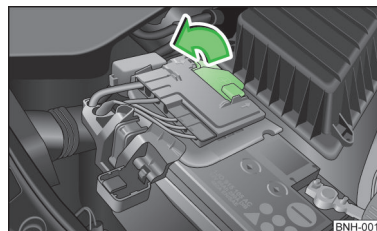

Fig. 130
- Aprire il coperchio nella direzione indicata dalla freccia » fig. 130.